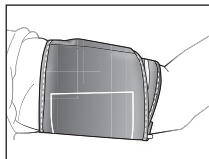

Fig. 6
5. El brazalete debe ajustarse de manera que le quede cómodo pero ceñido a su brazo (Fig. 6). Debe poder insertar un dedo fácilmente entre el brazo y el brazalete.